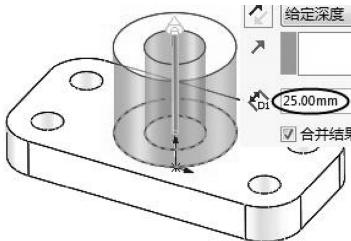

图 3-12 输入拉伸高度
- 在【拉伸凸台/基体】属性面板中输入拉伸高度为 25，如图 3-12 所示。